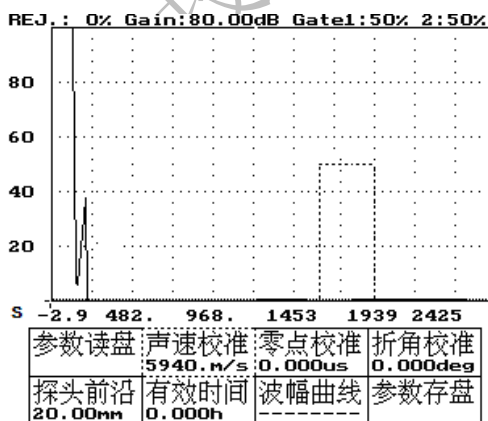

图 18-6
- 4、按方向键——将虚框移到声速校准，如图 18-6 所示。